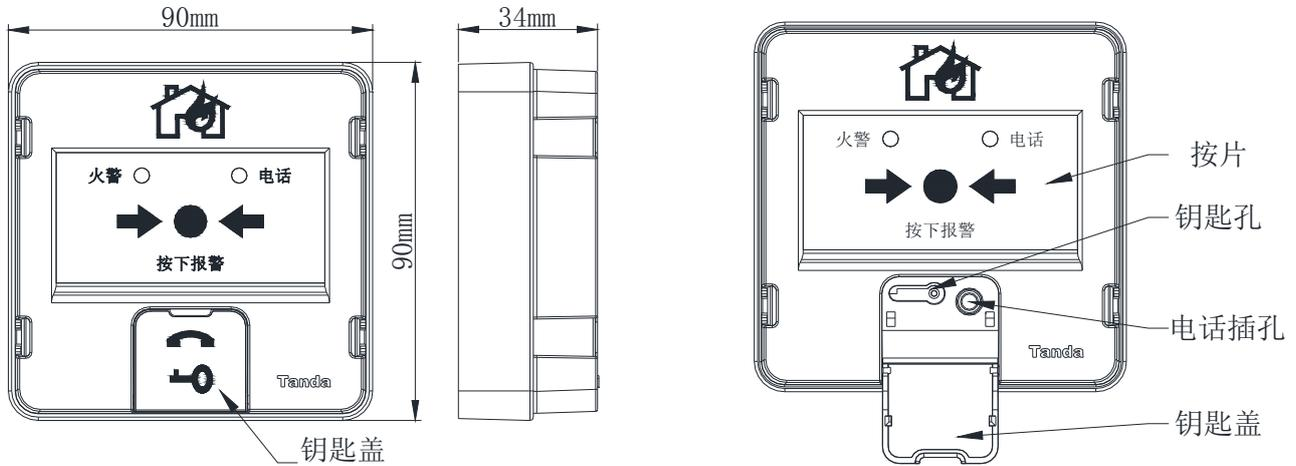

图 1 报警按钮外形示意图
6. 复位方式：用专用钥匙复位。产品报警后，打开报警按钮钥匙盖（如图 1）插入专用钥匙向右扭动 90 度，产品即可复位。
报警按钮的外形示意图（如图 1）